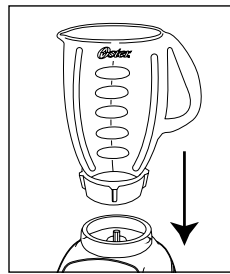

FIGURE 5
5. Introduire le récipient assemblé dans le socle du moteur (Figure 5). Alignez les onglets du bol avec les onglets sur la base du mixeur. Veillez à ce que l'onglet du bol du côté gauche se trouve à l'arrière de l'onglet sur le support du mixeur et à ce que l'onglet du bol sur la droite se trouve devant l'onglet du support du mixeur. Veillez à ce que le bol soit bien fixé de manière étanche au support du mixeur.